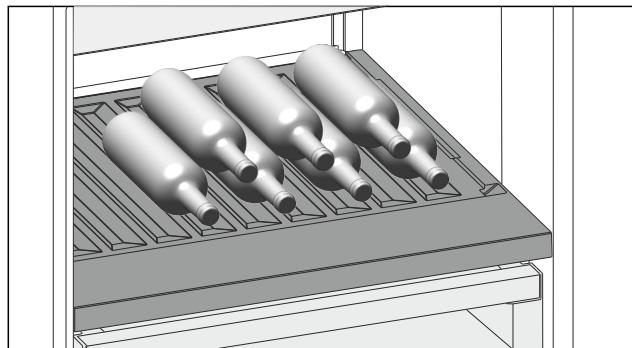

Fig. 81
- ▶ 将瓶底向后对着后壁放入瓶子。 (参见 Fig. 81)